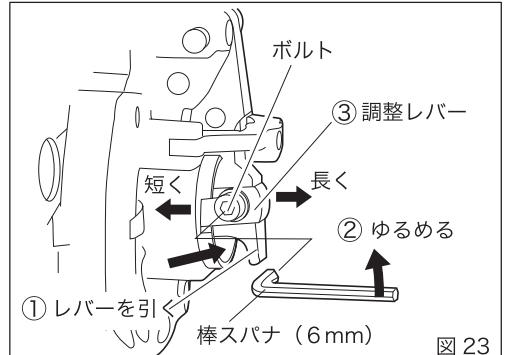

図 23
11. ねじ長さ調整方法 (図23)
・加工するねじの長さを変更したい場合、以下の手順に従って調整する事が出来ます。(図23)